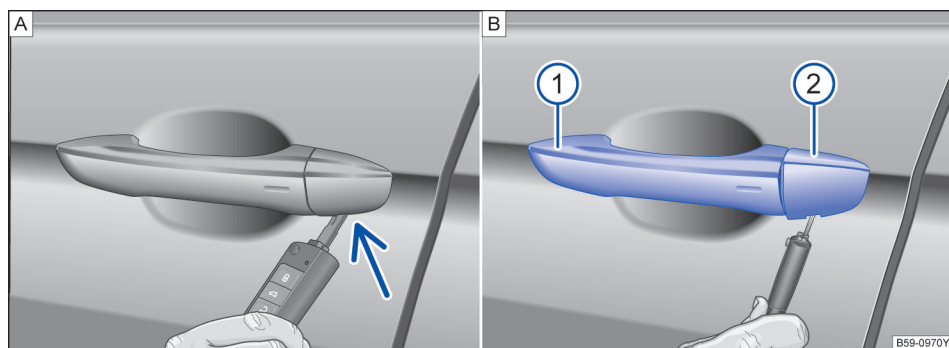

图 56 取下在驾驶员车门内车门锁的盖罩
- 拉起开门把手 ①。
- 将无线遥控钥匙的钥匙头从下面插入盖罩的开口内→图 56②。
- 转动钥匙以便松开盖罩并取下。→图 56